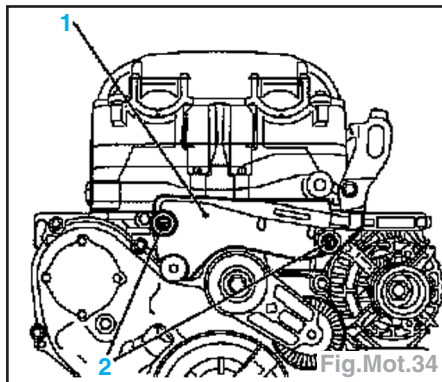

Fig.Mot.34
- le socle de retenue (1) (Fig.Mot.34).